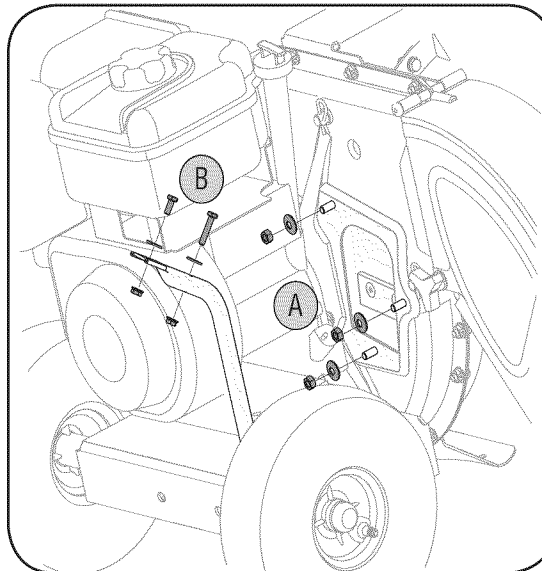

Figura 3-5
5. a. Saque las tres arandelas curvas y las tuercas hexagonales de los espárragos de la soldadura que están alrededor de la abertura en el costado de la caja del motor. Vea la Figura 3-5.